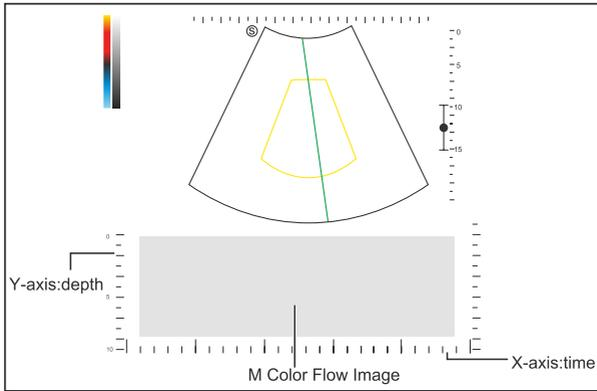

Figura 6-19 B+CFM+M Mode Flow Color Image Screen
4. Pressione a tecla Update no painel de controle para ativar o modo CFM + M. Após a ativação do modo CFM + M, a imagem da cor do fluxo do modo M será exibida na parte inferior da tela, conforme mostrado na Figura 6-19.